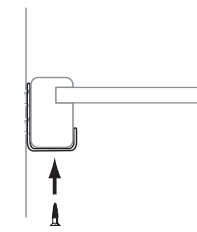

FIG. 4.7
12. Fixer la tablette aux crochets en L avec des vis n° 4 de 3/4 pouce (Fig. 4.7).